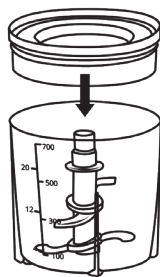

Рис. 3
- Закройте чашу (5) крышкой (3) (Рис. 3);